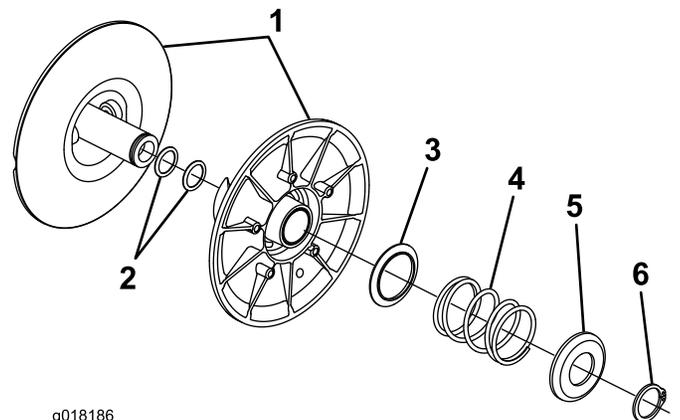

Figure 9
6. Retournez l'embrayage (Figure 9).
et le ressort vers l'intérieur pour libérer la pression sur la bague de retenue (Figure 9).
9. Séparez les deux moitiés de l'embrayage (Figure 9).
10. Glissez une cale sur l'arbre d'embrayage (Figure 9).